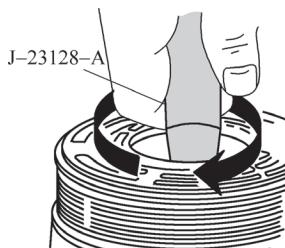

图 5-85 轴密封圈的拆卸
②拆出离合器盘和毂总成。
③顺时针转动专用工具，拆出轴密封圈如图 5-85 所示。